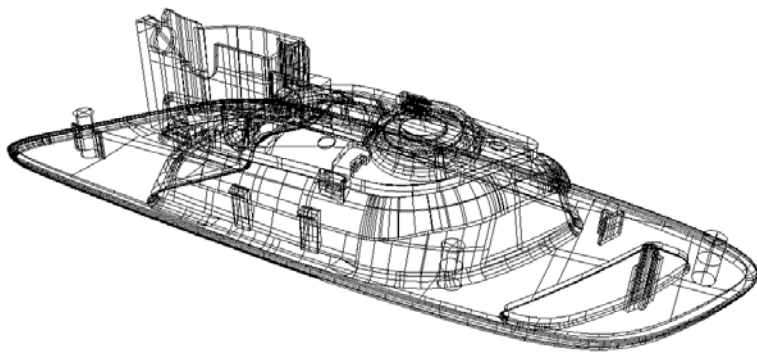

图1 产品设计图
- 图1中为产品设计，圖2中为产品之厚度分布图。由圖2中可知，产品原始肉厚设计为均一厚度，未出现厚度差。